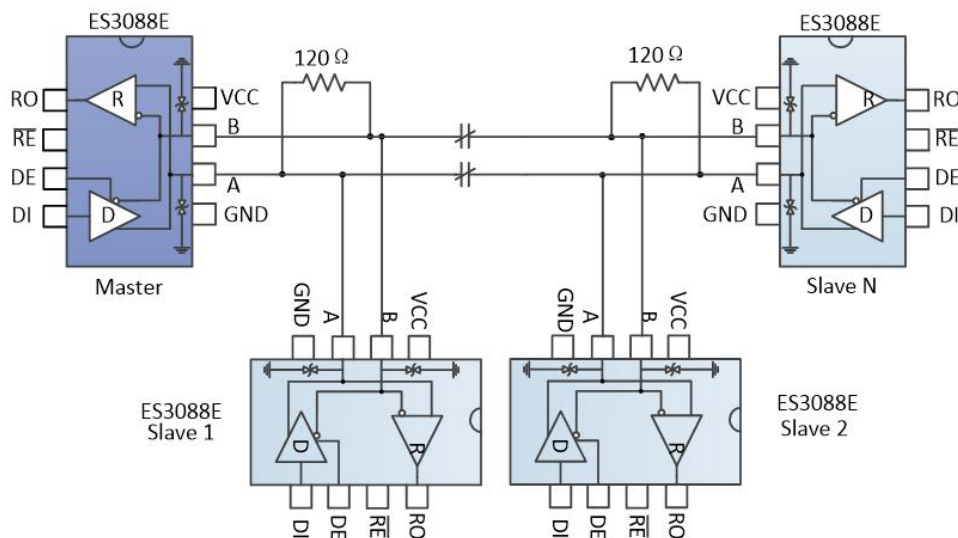

图 9 总线式 RS485 半双工通讯网络
4.1 总线式组网：ES3088E RS485 收发器设计用于多点总线传输线上的双向数据通信。图 9 显示了典型网络应用电路。这些器件也能用作电缆长于 4000 英尺的线性转发器，为减小反射，应当在传输线两端以其特性阻抗进行终端匹配，主干线以外的分支连线长度应尽可能短。